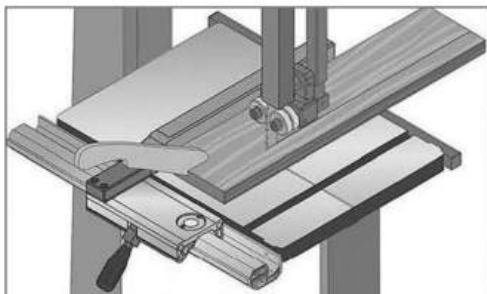

Рис. 44
- После соблюдения всех мер предосторожности включите станок и дождитесь, пока он заработает на полную скорость. Медленно подавайте заготовку в сторону пильного полотна до тех пор, пока полотно полностью не пройдет через заготовку (рис. 44).